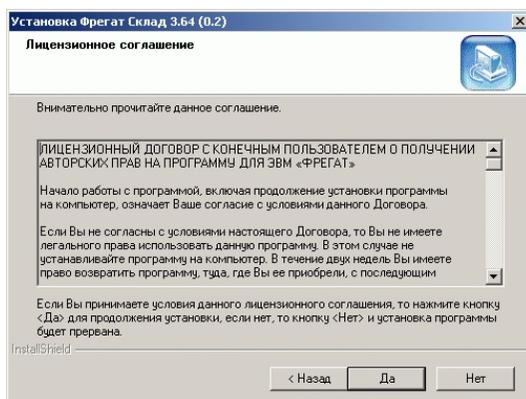

Рис. 1.2. Лицензионное соглашение
- ▶ Нажать кнопку [Далее>] в окне приглашения к инсталляции. На экране появится окно с лицензионным соглашением (см. Рис. 1.2).